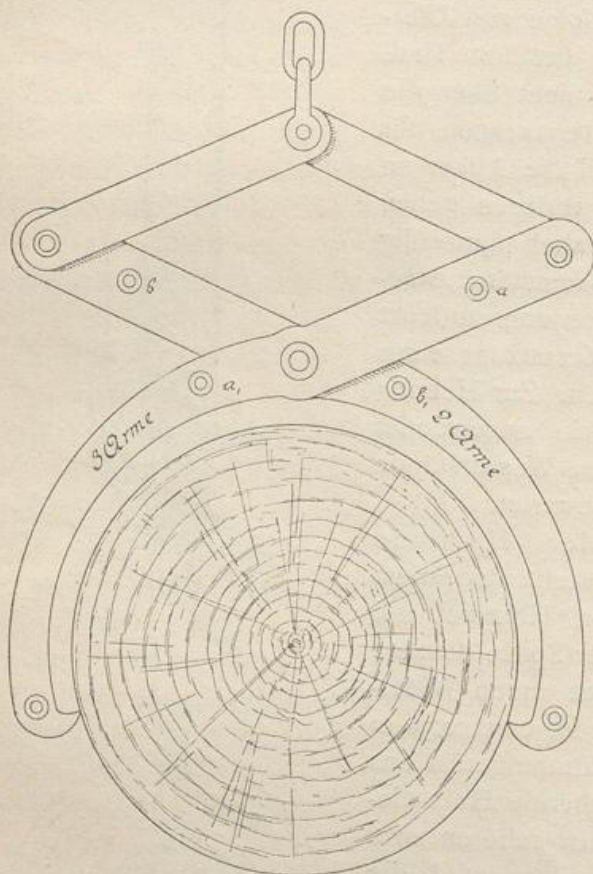

Abb. 286.
b) Hebung mit der Zange (Abb. 286). Mit der Zange können Baumstämme bis zu 1 m Durchmesser gehoben werden. Die Zange